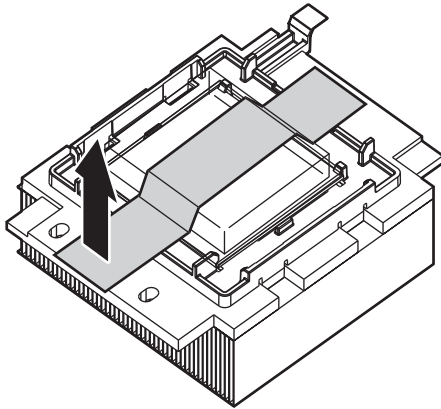

図 72. プロセッサからの保護カバーの取り外し
1. プロセッサから保護カバーを取り外します (図 72)。